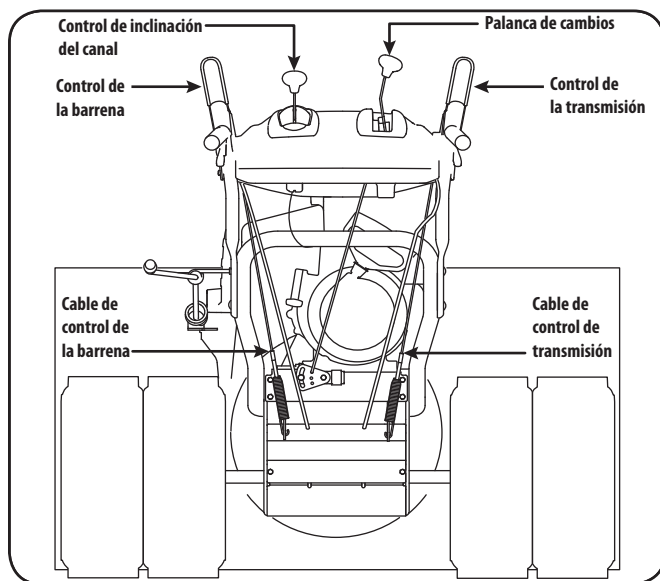
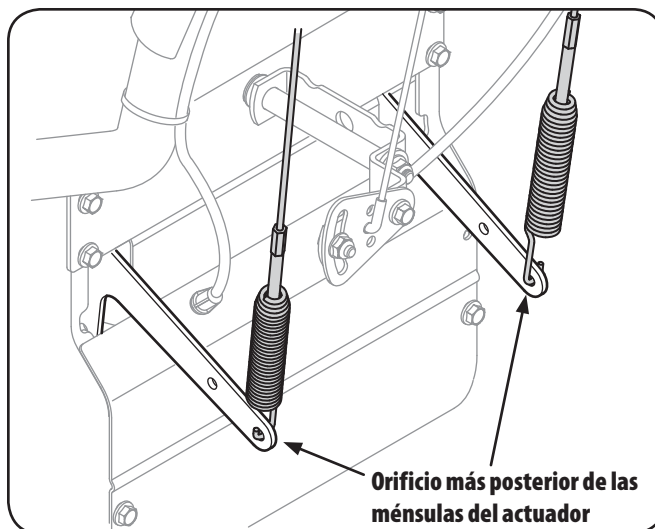

Figura 3-10
Figura 3-11
4. Mire debajo del panel de la manija para verificar que todos los cables (de dirección, de la barrena y de transmisión) estén colocados correctamente y no estén apretados ni torcidos. Asegúrese de que los resortes del extremo inferior de la barrena y los cables de la transmisión estén enganchados firmemente en el respectivo soporte del accionador. Vea la Figura 3-11.
Cuando se suelta el control de la barrena y está en posición desengranada hacia arriba, el cable debe tener muy poco juego. NO debe estar tenso. Consulte la Figura 3-10.
1. Con el motor apagado, mueva la palanca de cambios a la sexta (6) posición. Consulte la Figura 3-10.
1. Desde debajo de la manija, tire hacia abajo en el cable que corresponda y desenganche el resorte que se encuentra en el extremo del cable desde el soporte del accionador respectivo. Consulte las Figura 3-10 y Figura 3-11.